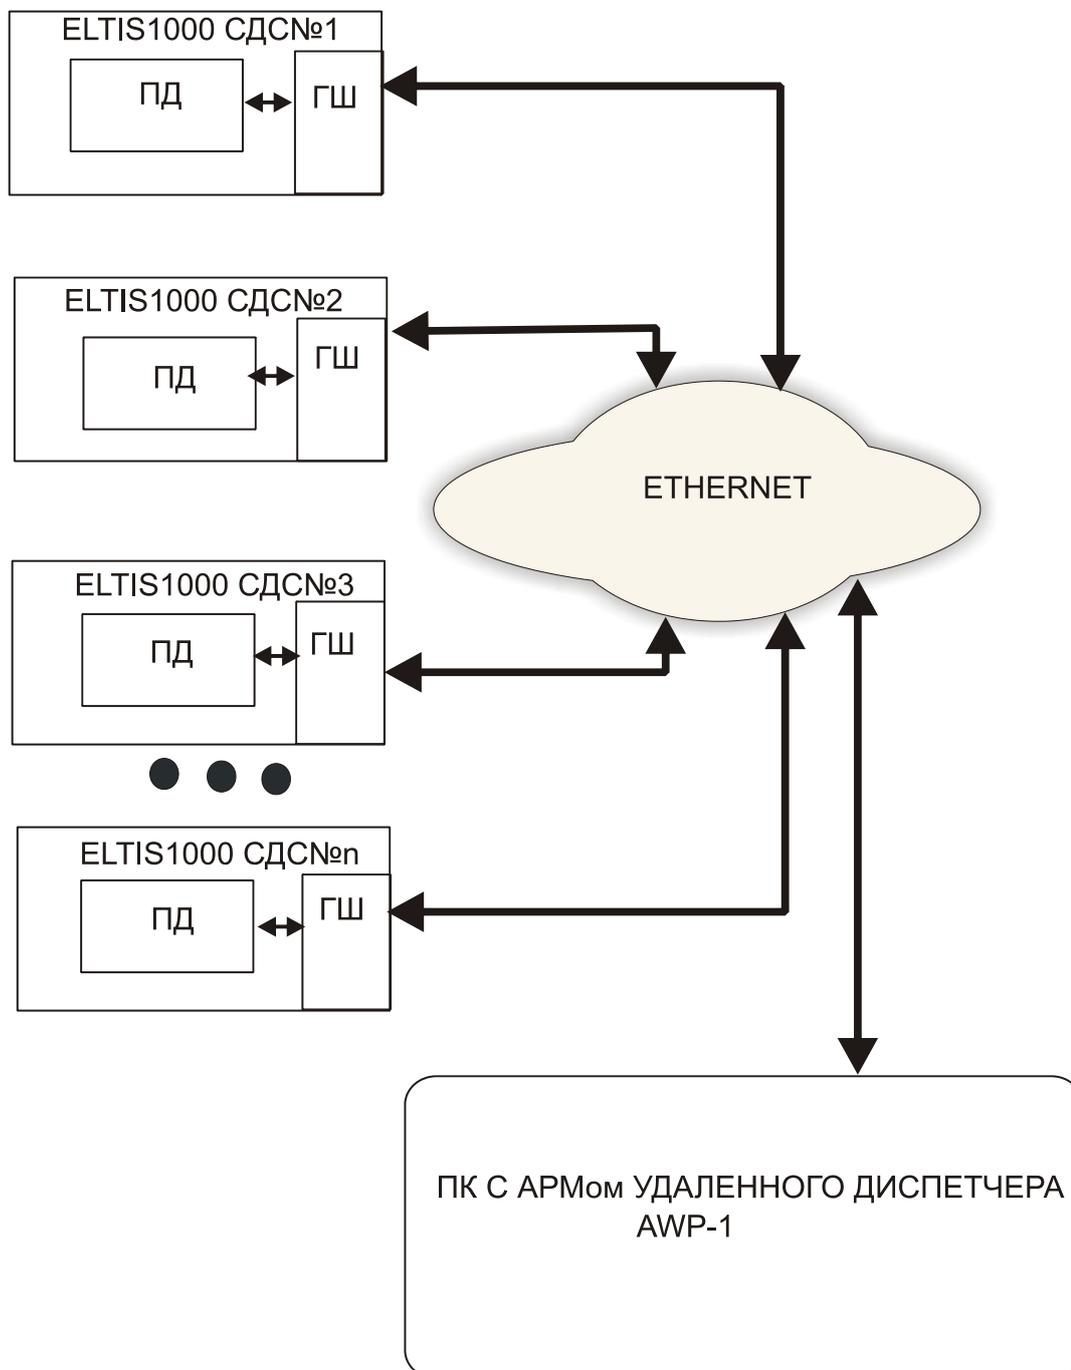

Рис.1 Структурная схема подключения объектов к АРМ АWP-1
2.1 АРМ предназначен для удаленной работы по каналу Ethernet с СДС. На рис.1 показана структурная схема организации связи объектов с АРМ. Для реализации этой связи в каждой СДС присутствует ГШ. Он обеспечивает взаимодействие установленного оборудования объектов СДС с АРМом по каналу Ethernet.